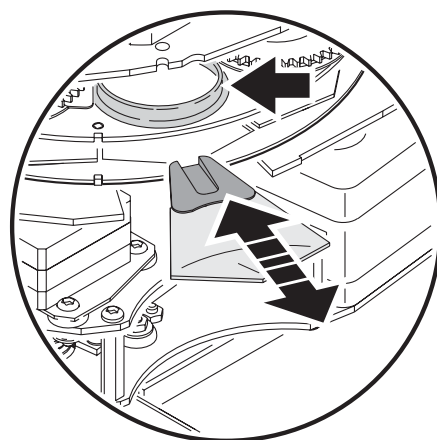

Figure 8: Filter replacement
3. Pour un accès plus simple, tournez la roue de gobos tournant de façon à avoir la position ouverte en face du filtre à retirer (voir Figure 8, flèche du haut).
4. Tournez la roue de couleur pour accéder au filtre à changer. Appuyez délicatement sous le filtre pour le dégager et retirez-le de la roue (B). Si vos doigts ne sont pas assez fins, protégez le verre avec un morceau de papier plié plusieurs fois sur lui-même et retirez délicatement le filtre avec une pince fine.